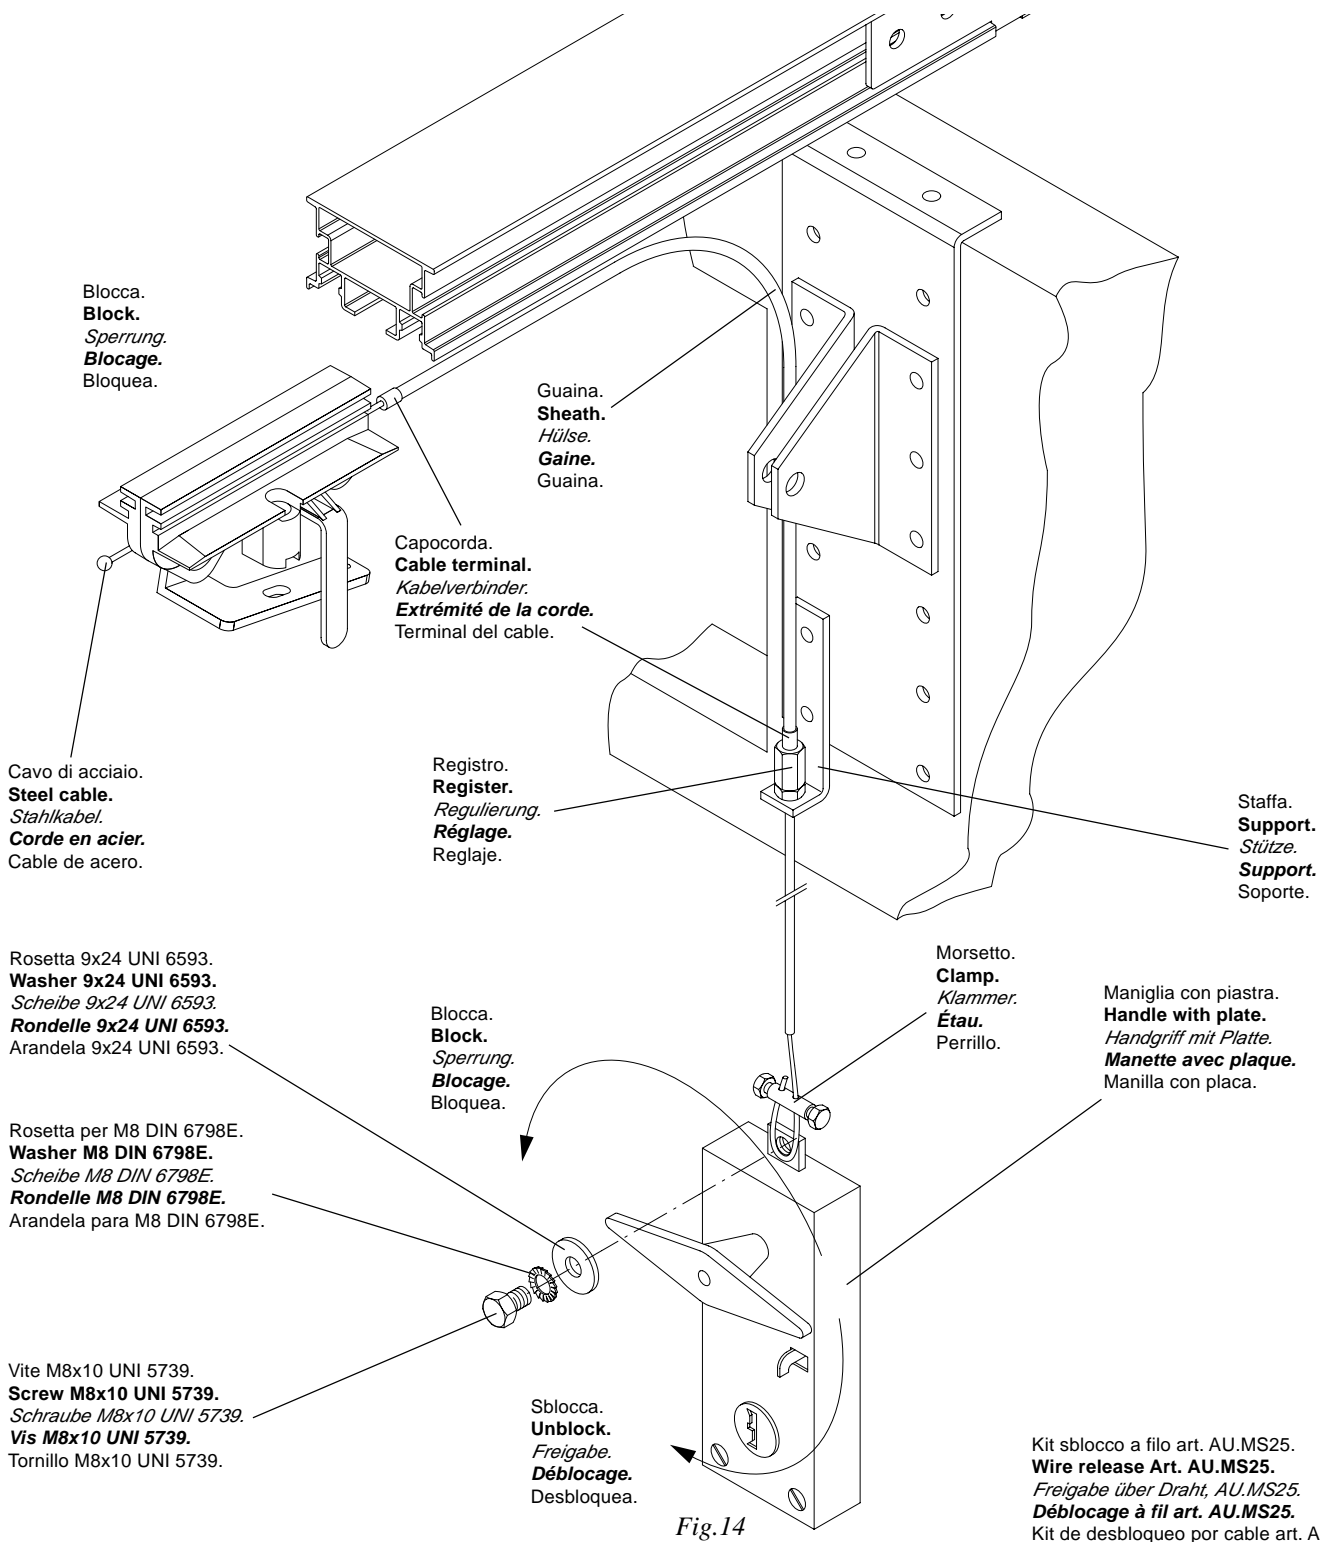

Fig.14
Nelle porte sezionali è possibile sbloccare l'automazione anche dall'esterno utilizzando l'art. AU.MS25 (Fig.14).
**In sectional doors, the system can be released also from outside by using item AU.MS25 (Fig.14).**
*Bei den sektionalen Türen kann die Automatik auch von außen mit Hilfe des Art. AU.MS25 freigesetzt werden (Abb. 14).*
**Dans les portes sectionnelles, l'automatisme peut être déverrouillé également de l'extérieur à l'aide de l'art. AU.MS25 (Fig. 14).**
En las puertas plegables es posible desbloquear la automatización también desde el exterior utilizando el art. AU.MS25 (Fig.14).